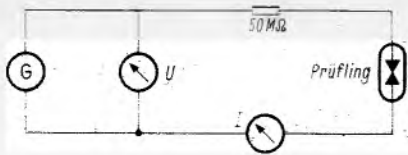

Bild 6 Messung der Ansprechgleichspannung U_{ag}
1. Die Ansprechgleichspannung U_{ag} ist derjenige Spannungswert, bei dem der Spannungsableiter bei langsamer Erhöhung einer Gleichspannung anspricht. Die Ansprechgleichspannung U_{ag} wird nach der Prinzipschaltung von Bild 6 gemessen. Man regelt die Gleichspannung bis zum Überschlag hoch. Im Moment des Überschlages wird die Spannung U_{ag} registriert. Diese Messung führt Siemens als Fertigungsüberwachung an 100 % der gefertigten Ableiter durch.